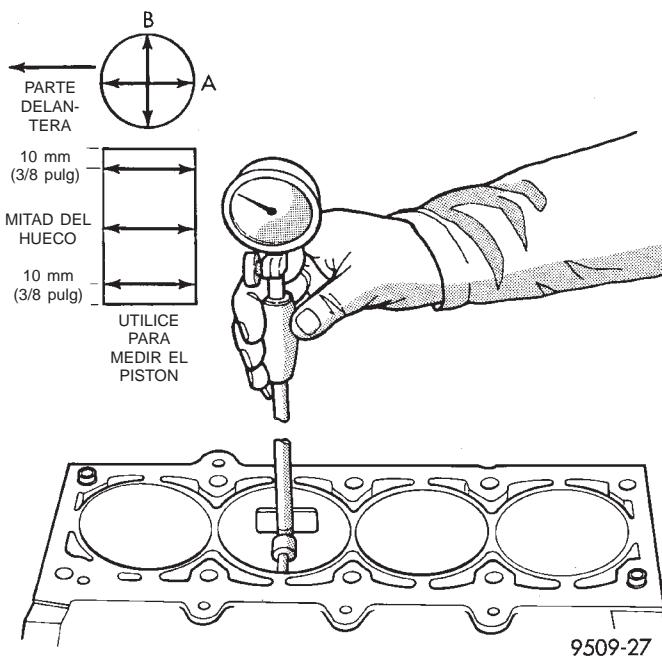

Fig. 67 Medición del hueco de cilindro
(1) Es obligatorio utilizar un calibrador de hueco de cuadrante para medir el diámetro del hueco de cada cilindro (Fig. 67). Para seleccionar correctamente el pistón de la medida apropiada, se requiere un calibrador de hueco de cilindro, capaz de efectuar lecturas con INCREMENTOS de 0,003 mm (0,0001 pulg.). En caso de no disponerse de un calibrador de hueco, no utilice un micrómetro interior.